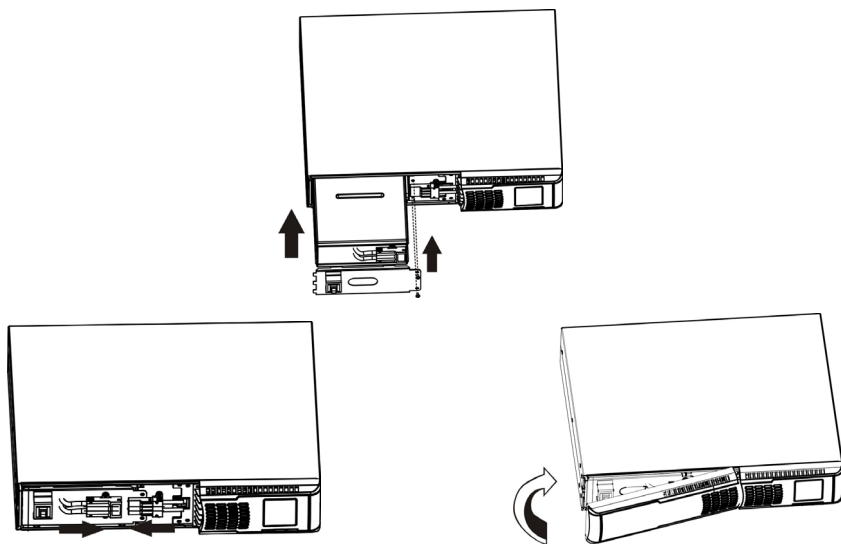

Рисунок 23 – Последовательность установки контейнера с батареями в корпус ИБП
- установить на место в ИБП контейнер с батареями (рисунок 23);